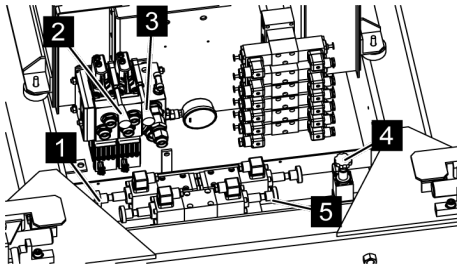

Fig. 142: Vannes à deux voies
4. ➔ Pour la commande des chenilles, verrouiller les vannes à deux voies (Voir la Fig. 142/1 et 5).
5. ➔ Sélectionner la vitesse avec la vanne (Voir la Fig. 142/4) (déverrouillée = vitesse lente, enclenchée = vitesse rapide).
7. ➔ Piloter les chenilles avec les vannes (Voir la Fig. 142/2 et 3) (cf. Chapitre 6.14 « Fonction et commande des vannes » à la page 124).
8. ➔ Après le mode d'entretien, déverrouiller les vannes à deux voies (Voir la Fig. 142/1 et 5).
- S'assurer que pour le mode normal, les vannes à deux voies (Voir la Fig. 142/1 et 5) sont entièrement déverrouillées.